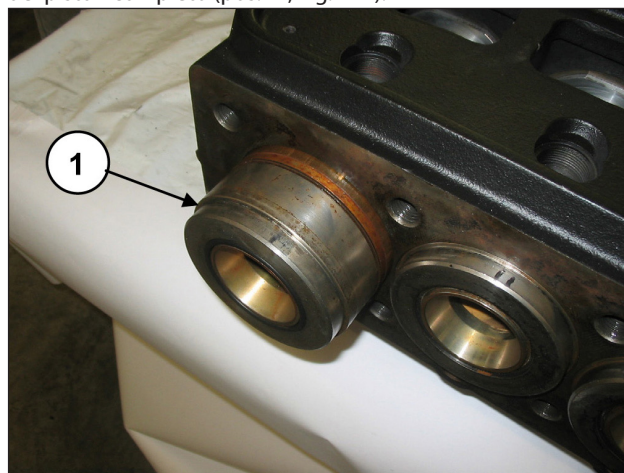

Fig. 114
Girar el eje para desplazar la guía del pistón de manera que el tampón avance y expulse el soporte de las juntas y el grupo del pistón completo (pos. ①, Fig. 114).